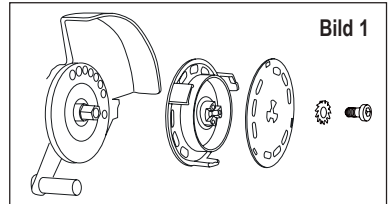
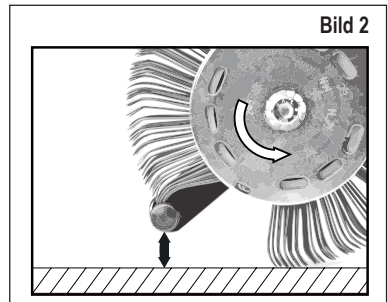

Bild 1
Bild 2
3. Avbryt tryckluftsförsörjningen och fäst sedan Die Blaster® blästerverktyg 11 mm på föreskrivet sätt i verktygsfästet **AS-012** (beakta löpikning) med den härför avsedda solfjäderbrickan och skruven på verktyget. Se bild 1 och bild 2
- Roterar blästerverktyget åt fel håll? – Vänd på blästerverktyget så att det roterar åt föreskrivet håll (se kapitel 6, Ta verktyget i drift, bild 2).